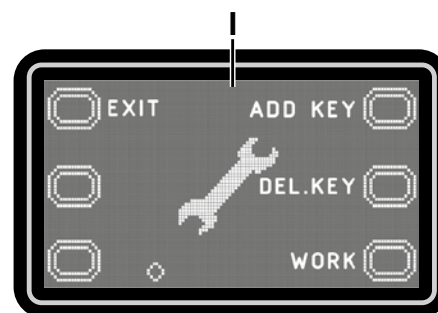

Рис. 10
**Экран управления ключом пользователя (I, рис. 10)**